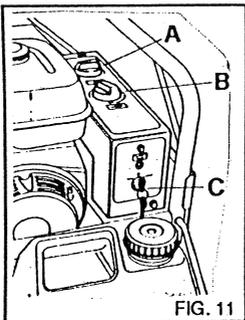

FIG. 11
#### CUADRO DE MANDOS (fig. 11)
3) Poner en marcha el motor de gasolina con su propia llave (fig. 11). También es posible poner marcha el motor manualmente tirando de la cuerda autoenrollable.